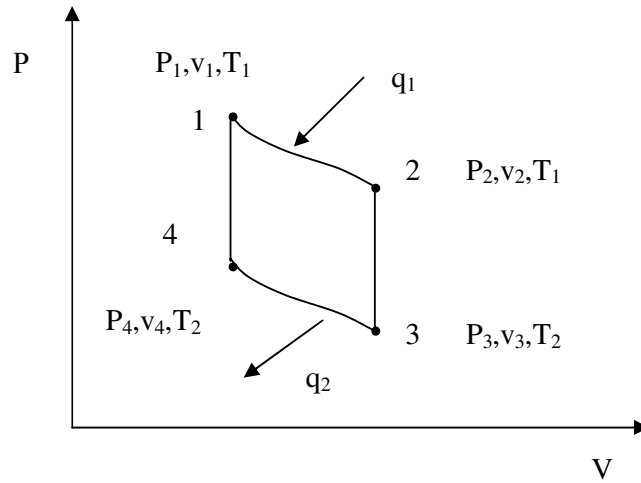

Рисунок 2 – Прямой обратимый цикл Карно в PV-координатах
**Цикл Карно** состоит из двух изотерм 1-2 и 3-4 и двух адиабат 2-3 и 4-1 (рис. 2 - 3). В цикле Карно так же, как и в любом другом цикле, нельзя перевести все подведенное тепло в работу. Для цикла Карно уравнение для термического коэффициента полезного действия принимает вид
52 1 кг воздуха совершает цикл Карно (см. рис. 2) в пределах температур  $t_1 = 627^\circ\text{C}$  и  $t_2 = 27^\circ\text{C}$ , причем наивысшее давление составляет 60 бар, а наинизшее — 1 бар.